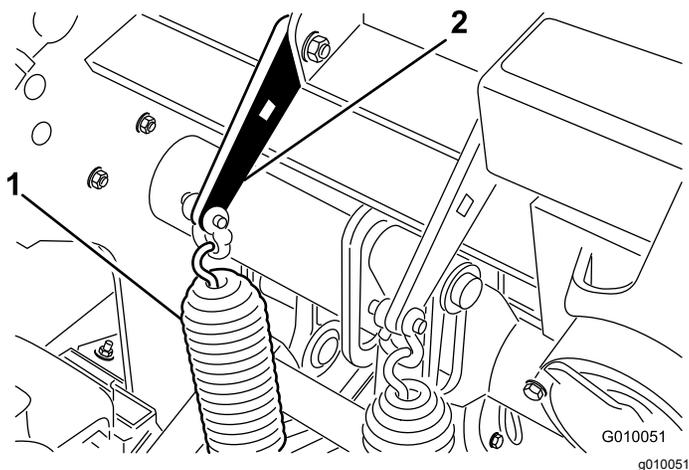

Figure 27
2. Desserrez les boulons de carrosserie qui fixent les supports des ressorts à la tête d'aération (Figure 27). Ne les retirez pas.